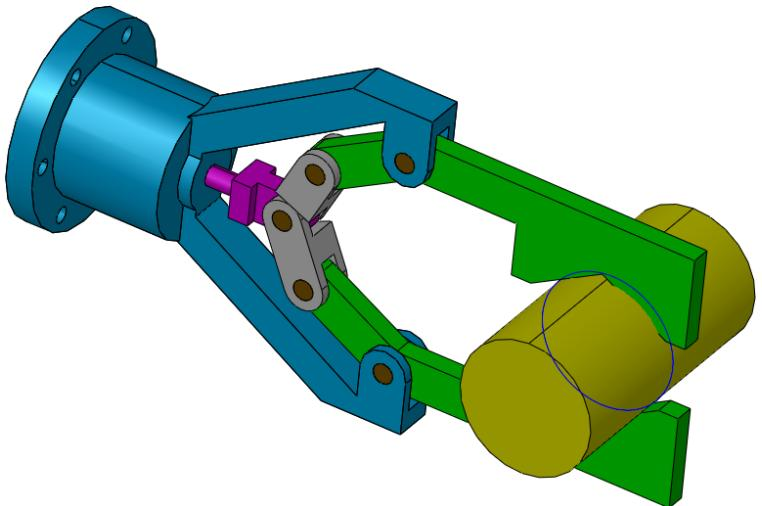
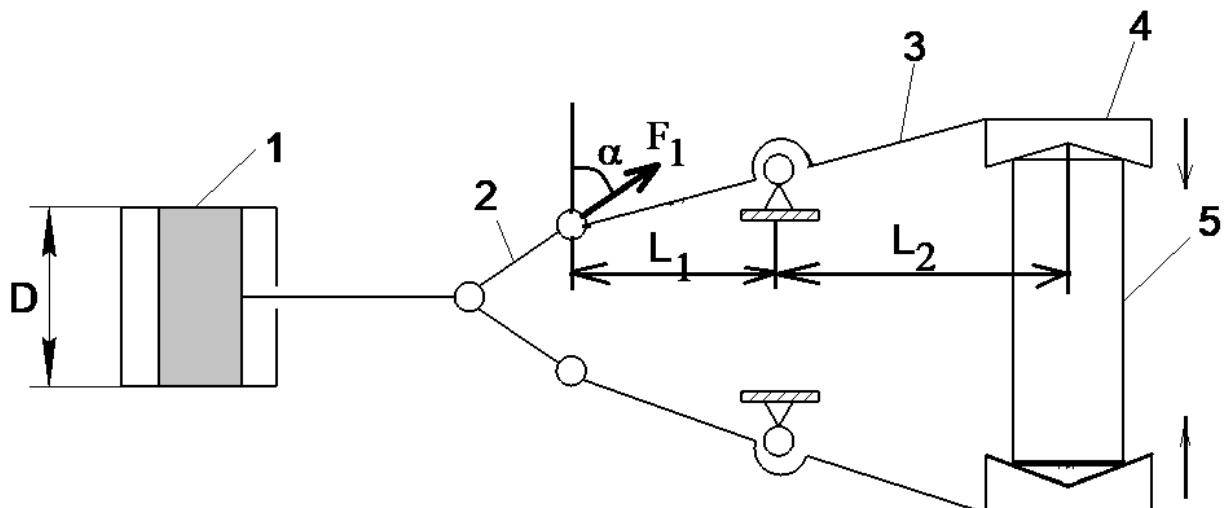

Рис. 6 Робот-манипулятор и его схват
Рис. 7. Вид на схват сбоку
Для перемещения деталей электромобиля на производственном участке применяется робот-манипулятор (рис. 6, слева). Для захвата и удержания деталей робот оснащен симметричным схватом (рис. 6, справа; схема на рис. 7). Схват состоит из пневмопривода (1), рычагов (2) и (3), а также губок (4), которые удерживают деталь (5). Определить *диаметр поршня пневмоцилиндра D (м)*, требуемого для удержания
1. Рассмотрим расчетную схему (рис. 7). На губки действует сила тяжести  $F=m\cdot g=10\cdot 10=100$  Н. Равновесие звена 3 определяется из равенства моментов:  $F\cdot L_2=F_1\cdot L_1\cdot \cos\alpha$ . Отсюда, усилие действующее на звено 2 направлено по его оси и равно  $F_1=F\cdot L_2/(L_1\cdot \cos\alpha)=100\cdot 0,5/(0,25\cdot 0,71)=281,69$  Н. Усилие на поршне равно  $F_p=k\cdot 2\cdot F_1\cdot \sin\alpha=2,5\cdot 2\cdot 281,69\cdot 0,71\approx 1000$  Н. Диаметр поршня пневмоцилиндра равен  $D=\sqrt{(4F_p)/p\pi}=\sqrt{(4\cdot 1000)/400000\cdot 3,14}=0,056$  м.